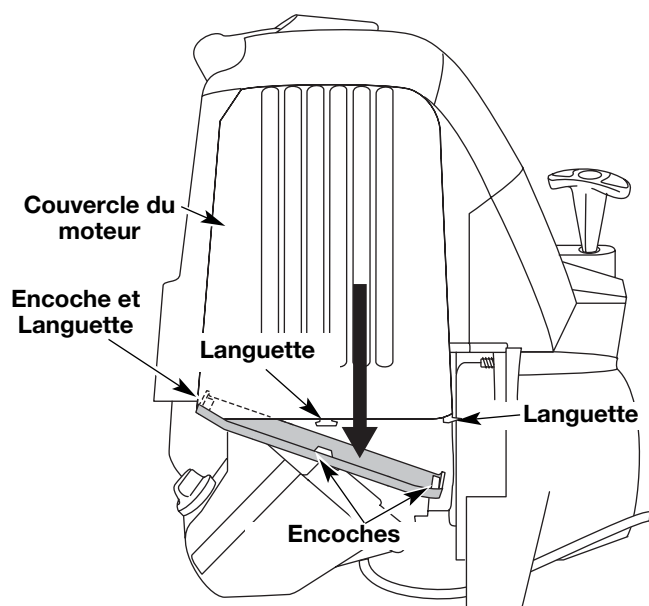

Fig. 33
1. Retirez le couvercle du silencieux en appuyant sur le coin à l'aide d'un tournevis à lame plate (Fig. 33). Glissez les encoches sur les côtés du couvercle par-dessus les languettes du couvercle du moteur et retirez le couvercle.
13. Remplacez le couvercle du silencieux. Glissez avec un déclic les encoches sur les côtés du couvercle par-dessus les languettes du couvercle du moteur (Fig. 33).